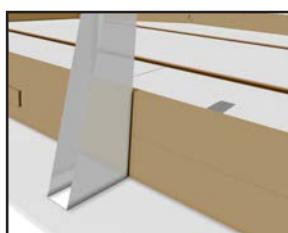

Fig. 15 / Abb. 15 / Afb. 15
- EN LAYOUT OF THE COLUMNS:** • Position the columns at the centre of the lateral of your pool, supported against the boards (figure 15). Tighten the columns well around the entire layer of boards. • Vertically drill the layer using a drill with a  $\varnothing$  10mm bit for concrete, and using the column as a guide. The depth of the hole should be at least 100mm to guarantee good fixing. • Place the fixing bolts (with washers and nuts) into the holes and fix them with the help of a hammer. COMPLETELY hammer in the fixing bolts (only the head should be visible). • Tighten crosswise the 4 nuts.
- FR POSITIONNEMENT DES SABOTS :** • Placez les sabots au centre des grands pans de votre bassin, en appui contre les madriers (figure 15). Plaquez bien les sabots le long des rangées de madriers. • Percez bien verticalement la chape à l'aide d'un perforateur équipé d'un foret béton  $\varnothing$  10 mm, en utilisant le sabot comme gabarit. La profondeur du perçage doit être au minimum de 100 mm pour garantir une bonne fixation. • Placez les gougeons d'ancrage (avec rondelles et écrous) dans les trous et frappez-les à l'aide d'un marteau. Enfoncez ENTIEREMENT les gougeons d'ancrage (seule la tête doit rester visible). • Serrez fermement en croix les 4 écrous.
- DE ANORDNUNG DER ANSCHLAGWINKEL:** • Platzieren Sie die Anschlagwinkel in der Mitte der langen Seiten des Pools, gegen die Bretter gestützt (Abb. 15). Furnieren Sie die Anschlagwinkel gut entlang der Bretterreihen. • Durchbohren Sie die Schicht vertikal mit Hilfe einer Bohrmaschine und einem Betonbohrer mit 10 mm  $\varnothing$ , wobei der Anschlagwinkel als Muster dient. Die Tiefe der Bohrung muss mindestens 100 mm betragen, um eine gute Befestigung zu garantieren. • Platzieren Sie die Befestigungsstifte (mit Unterlegscheiben und Schrauben) in den Öffnungen und schlagen Sie mit einem Hammer darauf. Hämmern Sie die Befestigungsstifte GANZ ein (nur der Kopf darf noch sichtbar sein). • Ziehen Sie die 4 Schrauben kreuzweise fest.
**NL PLAATSING VAN DE METALEN STEUNBALKEN:** •Plaats de metalen steunbalken in het midden van de zijkant de uw zwembad, steunend tegen de planken (afbeelding 15). Schroef de metalen steunbalken stevig vast tegen de plankenrijen. •Boor perfect vertikaal gaten in de betonplaat met behulp van een boormachine voorzien van een boor voor beton van  $\varnothing 10\text{ mm}$ , gebruik de metalen steunbalk als patroon. De diepte van het boorgat moet tenminste 100 mm bedragen om een goede fixatie te garanderen. • Plaats de ankerbouten (met ringen en moeren) in de gaten en sla ze vast met behulp van een hamer. De ankerbouten **VOLLEDIG** vastdraaien (alleen de kop mag te zien zijn). • Draai de 4 moeren kruiselings stevig vast.